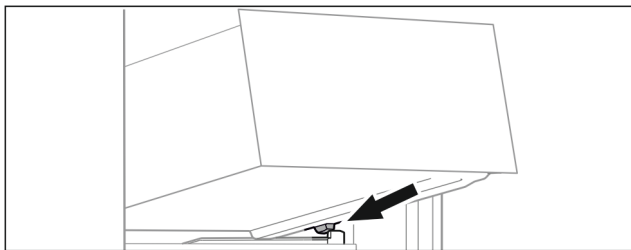

Fig. 92
- ▶ Stavite ladicu ukoso iza zaustavljača na žlijeb spremnika. (pogledajte Fig. 92)